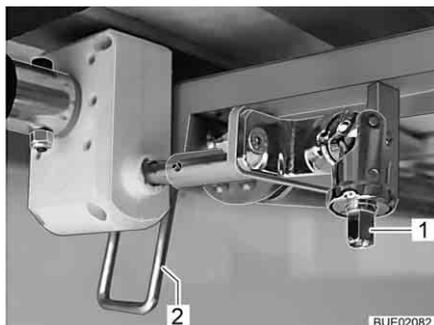

Fig. 119 Ajuste de la altura
- Encajar la manivela en la espiga (Fig. 119,1).
- Girar la palanca (Fig. 119,2) hacia abajo, a la posición vertical.
- Girar la palanca (Fig. 119,2) hacia arriba, a la posición horizontal.